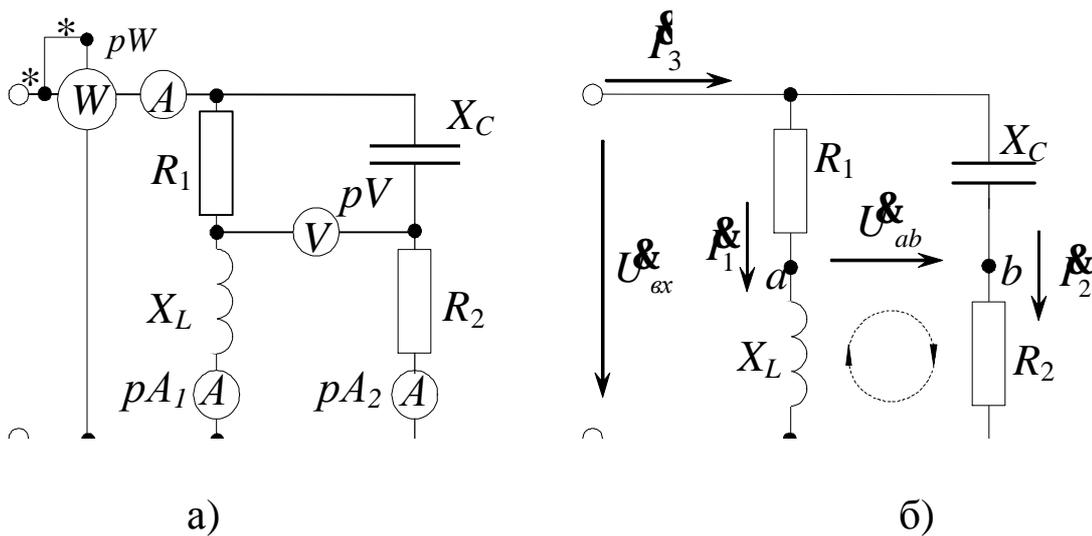

Рис. 2.11 Схема включения а) и расчетная схема б)
**Задача 2.5.** К цепи, изображенной на рис.2.11 приложено напряжение 50 В, параметры цепи :  $R_1 = 6 \text{ Ом}$ ,  $X_L = 8 \text{ Ом}$ ,  $R_2 = 12 \text{ Ом}$ ,  $X_C = 16 \text{ Ом}$ . Определить показания приборов и построить векторную диаграмму.
Изобразим схему в виде расчетной схемы замещения (рис. 2.11). Модули комплексных действующих значений будут являться показаниями приборов.
Для определения показания вольтметра  $pV$  определим напряжение  $U_{ab}$ , при этом составим уравнение по второму закону Кирхгофа так, чтобы туда входило это напряжение. Для выбранного направления обхода (рис. 2.11.б) уравнение будет иметь вид